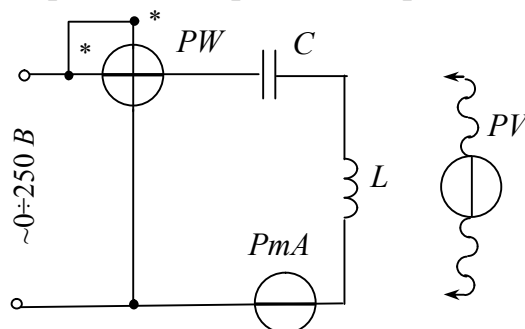

Рис. 14.16
1. Скласти коло (рис. 14.16) і під'єднати його до клем $\sim 0 \div 250 \text{ В}$. Перемикач *ЛАТР* встановити в положення $0 \div 250 \text{ В} < \sim >$.